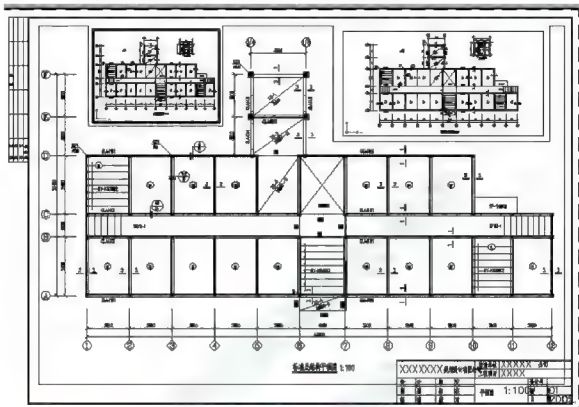

图 5.67 新建两个视口
④ 用【视图】工具栏上的【单个视口】命令创建图 5.67 所示的两个视口。注意观察图 5.67，左上角的视口线为粗线，另外两个视口线为细线，其中粗视口线的视口为当前视口。只需在某个视口内单击，就可以将该视口设定为当前视口。